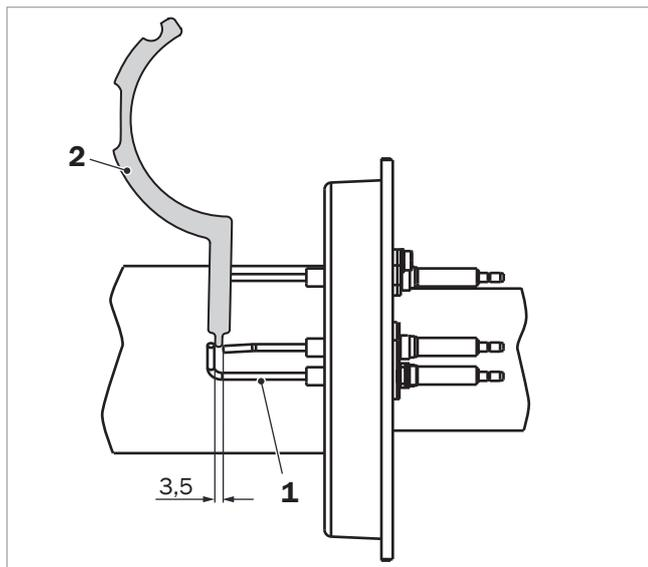

Fig. 42: Distanza tra elettrodi e massa dell'elettrodo di accensione
3. Verificare le distanze dell'elettrodo di ionizzazione con l'ausilio del calibro per elettrodi → fig. 42 (2) (eventualmente correggere piegando con attenzione).
- elettrodi tra loro → fig. 42 (1): 3,5 mm